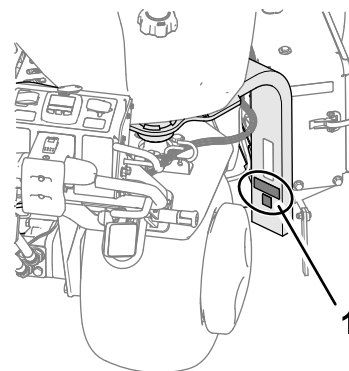

Figura 19
2. Curățați piciorul furcii cu alcool aa cum se arată în Figura 19 i lăsați suprafața să se usuce.
3. Aplicați autocolantul CE i autocolantul cu anul de producție pe piciorul furcii (Figura 19).